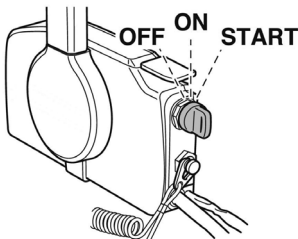

Рис. 29 Положения ключа зажигания
Система зажигания управляется ключом зажигания. Положения ключа зажигания показаны на Рис. 29.
- Переведите ключ зажигания в положение ON (Рис. 29).
- Переведите ключ зажигания в положение START (Рис. 29). Электрический стартер начнет проворачивать коленчатый вал двигателя.
- Сразу после запуска двигателя отпустите ключ зажигания, он автоматически встанет в положение ON (Рис. 29).
- Переведите ключ зажигания в положение OFF (Рис. 29). Двигатель должен остановиться.